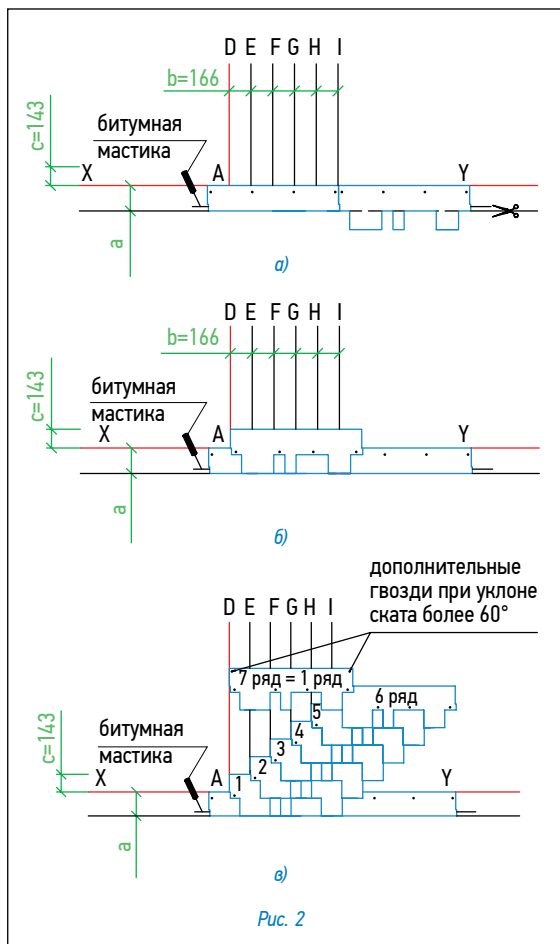

Рис. 2
### Укладка материала (рис. 2)
- Начальный ряд формируется из специальной коньково-карнизной черепицы, либо из листов черепицы с обрезанными лепестками. Элементы начального ряда укладываются по линии карниза в обе стороны от линии I (рис. 2а) и фиксируются по нижнему краю битумной мастикой, а по верхней кромке 4 гвоздями (ось гвоздей на 5 см ниже верхнего края полосы);
- далее первый ряд черепицы укладывается от линии AD (рис. 2б);
- второй ряд укладывается от линии E (со смещением 16,6 см от AD) (рис. 2в);
Каждый лист черепицы крепится 4 гвоздями в штатных местах таким образом, чтобы гвоздь прошивал и верхний край нижележащего листа черепицы (рис. 2в).